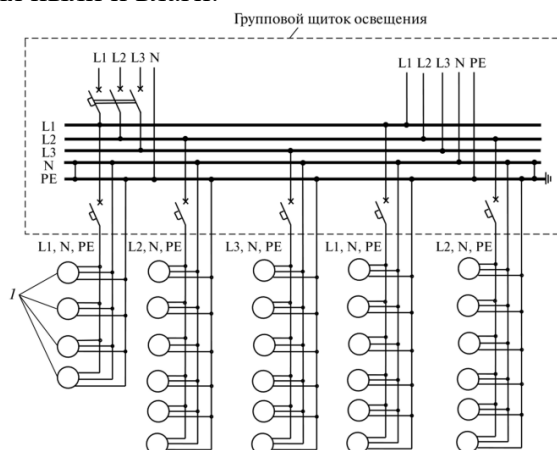

Рис. 1- Принципиальная схема групповой сети освещения:
1. Начертить принципиальную схему групповой сети освещения (рис. 1). Проанализировать работу данной схемы.